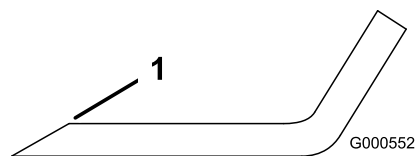

Figure 63
1. Au moyen d'une lime, aiguissez les tranchants aux deux extrémités de la lame (Figure 63).
Remarque: Si la lame est déséquilibrée, limez un peu l'extrémité de l'ailette seulement (Figure 63).